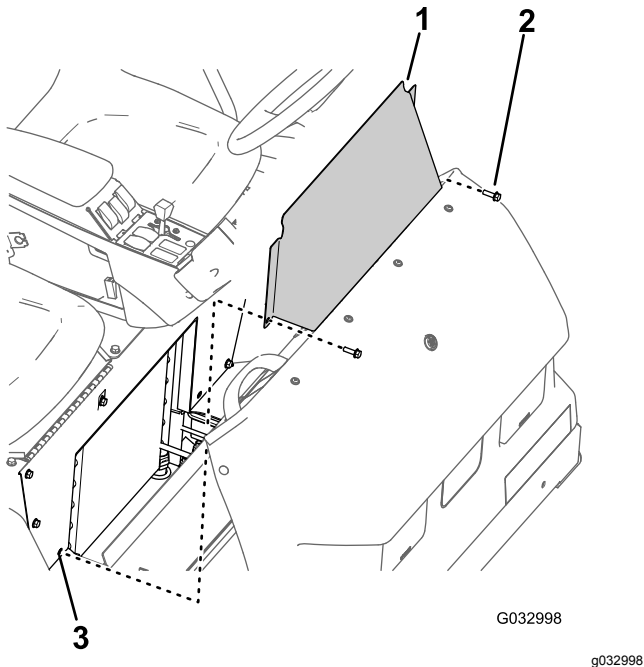

Рисунок 61
- Выверните два болта с фланцевыми головками, которые крепят панель доступа к основанию сиденья (Рисунок 61).
- Снимите панель доступа к основанию сиденья с машины (Рисунок 61).
- Совместите отверстия в панели доступа к основанию сиденья с отверстиями в основании сиденья (Рисунок 61).
- Прикрепите панель доступа к основанию сиденья с помощью двух болтов с фланцевыми головками (Рисунок 61), снятыми при выполнении пункта 1 раздела Демонтаж панели доступа к основанию сиденья \(страница 60\).